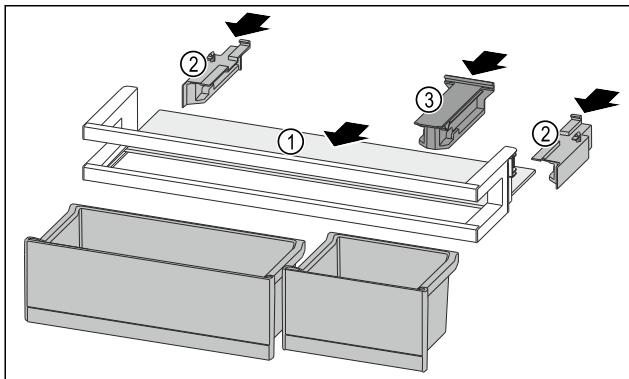

Fig. 100
- Skjyv oppstillingsplassen Fig. 100 (1) inn i fordypningene på sidene.
- Sett inn sidedelene Fig. 100 (2).
- Sett inn holdedelen Fig. 100 (3).